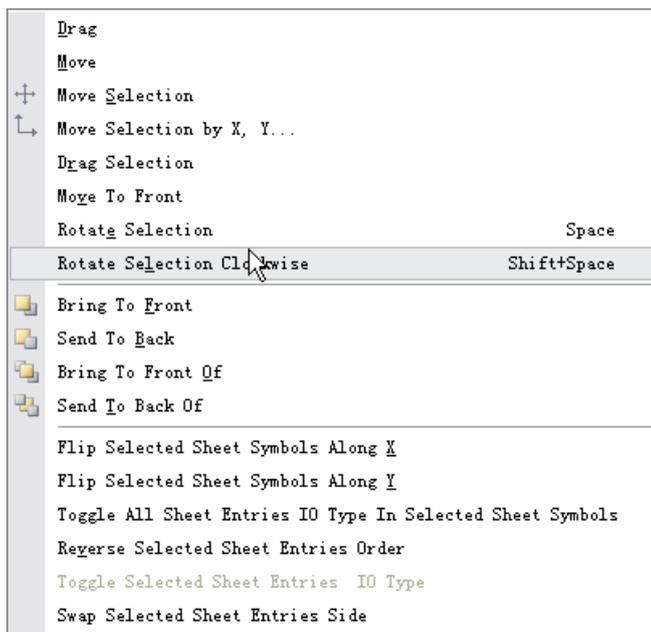

图 3-44 【Move】菜单选项
- 【Move】菜单命令的操作：使用菜单命令虽说比较繁杂，但是有些功能确实简单的鼠标操作难以完成的，选取【Edit】惨淡的【Move】项，弹出图 3-44 所示的【Move】命令菜单，下面来详细介绍个命令功能：